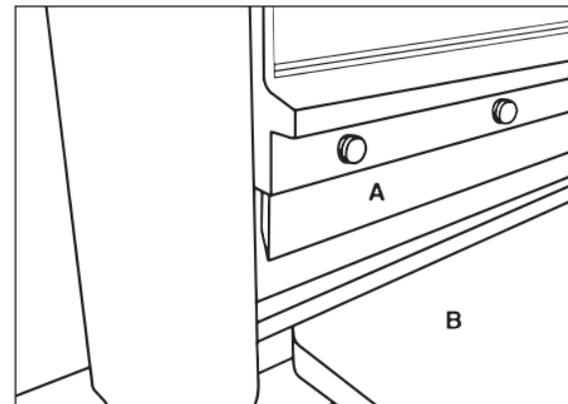

FIGURE 9
2. Une fois le couteau a été aiguisé ou remplacé, il peut être ré-installé. Placez le couteau (Fig. 9-A)
avec son côté à plat face à la table (Fig. 9-B). Assurez-vous que la surface de montage et le couteau sont propres, ré-installez le couteau avec les sept vis à tête hexagonales retirées précédemment en utilisant la clé hexagonale fournie.